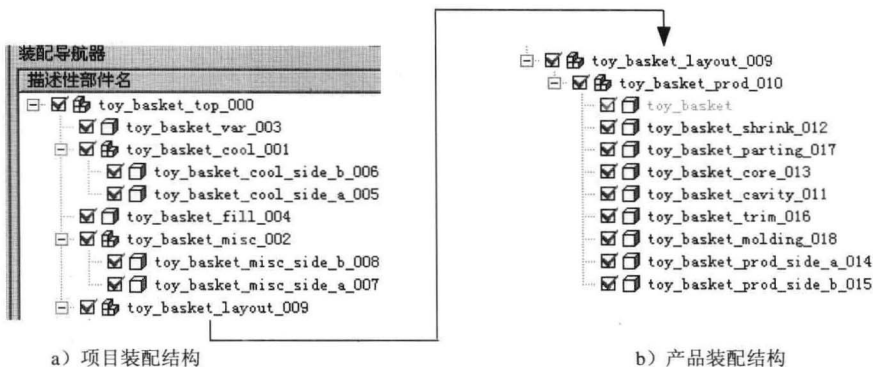

图 1.7 “装配导航器”面板
Step5. 单击屏幕右侧的“装配导航器”按钮，系统弹出图 1.7 所示的“装配导航器”面板。